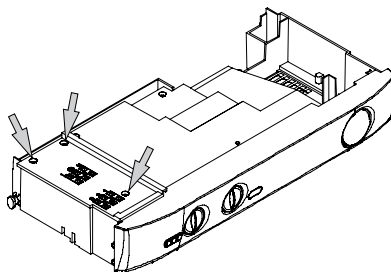

Figura 5.7
- Svitare le viti e rimuovere il coperchio copri morsettiera Figura 5.7.